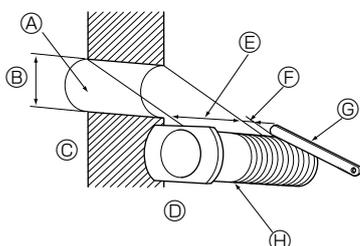

Fig. 3-6
3.4.1. Gaten boren (Fig. 3-6)
- ① Boor gaten van \varnothing 65 mm of \varnothing 75 mm die ongeveer 5 tot 7 mm diep zijn en vanuit de kamer naar buiten enigszins aflopen.
- ② Breng plug in de gaten aan.